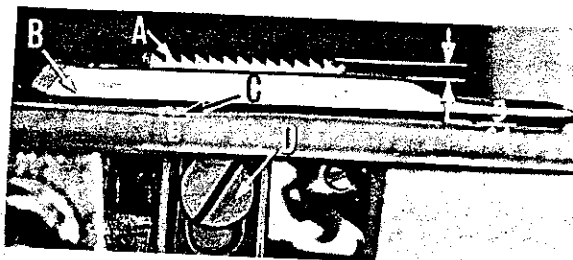

Fig. 8
Coloque los dientes de alimentación (A, Fig. 8) en la plancha (B) de manera que haya igual distancia en todos los puntos alrededor de los dientes. Asegúrese de que los dientes extienden la altura de un diente entero o $3/64$ " de pulgada (1.18mm) arriba de la plancha y que estén paralelos con la plancha en el punto alto de su recorrido. Ajuste el tornillo de fijación (C) debajo de los dientes para mantener el ajuste. El tornillo (D) mantiene los dientes de alimentación en su lugar.